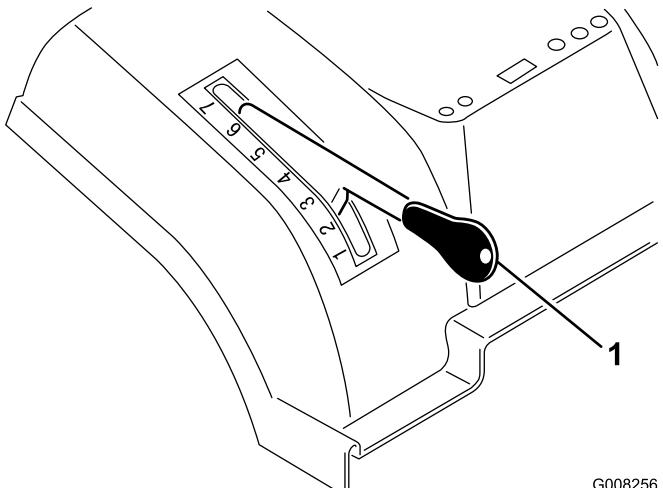

Bild 7
**Wichtig:** Wenn Sie die Maschine von der Rasenfläche fahren, müssen Sie den Schnitthöhenhebel auf die höchste Stellung (7) stellen, um eine Beschädigung der Messer zu vermeiden.
- Halten Sie die Taste am Schnitthöhenhebel gedrückt (Bild 7).